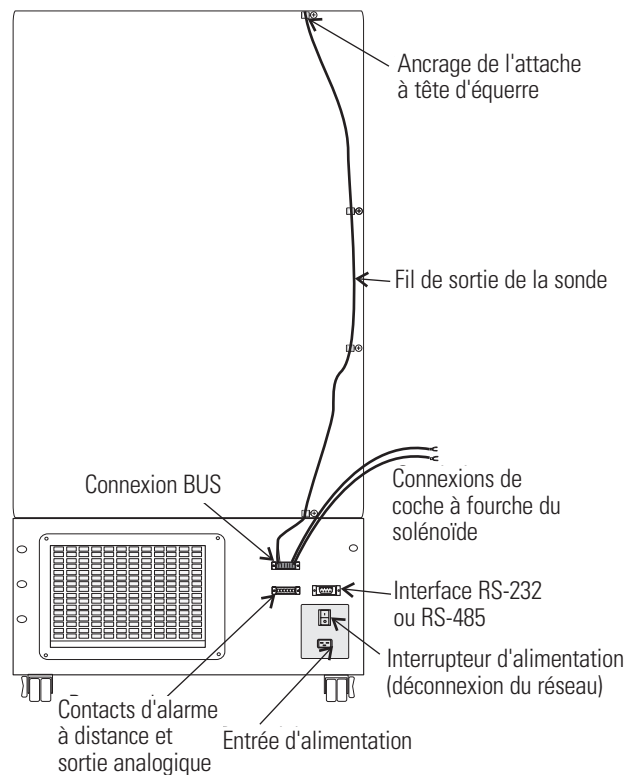

Figure 7-5. Connexions
1. Retirer les quatre vis du panneau arrière du congélateur et les utiliser pour monter les ancrages de l'attache de fixation comme indiqué dans la Figure 7-5. Fixer le fil de sortie de la sonde à l'aide d'attaches à tête d'équerre.
4. Brancher l'alimentation du congélateur. Allumer le congélateur, l'interrupteur de la batterie étant en position Arrêt (O).